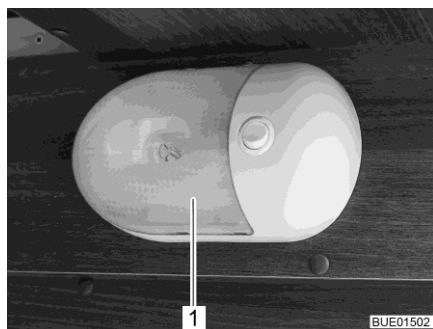

Bild 295 Aufbauleuchte
- Transparente Abdeckung (Bild 295,1) vorsichtig auf beiden Seiten zusammendrücken, leicht vom Schalter wegziehen und nach vorn abnehmen.